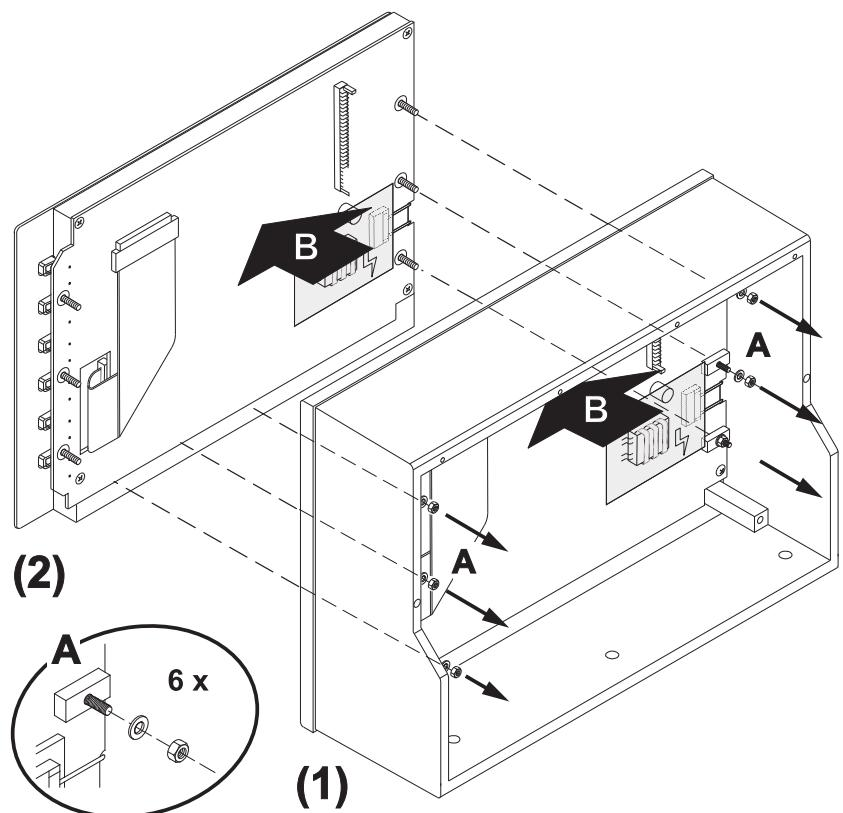

Bild D 7-6: Herauslösen der Display-Einheit
5. Entfernen Sie die sechs Muttern und Unterlegscheiben von der Display-Platine (A). Drücken Sie nun vorsichtig von innen heraus die Display-Platine zusammen mit der Skala und dem Display aus dem Gehäuse (B). (Bild D 7-6)